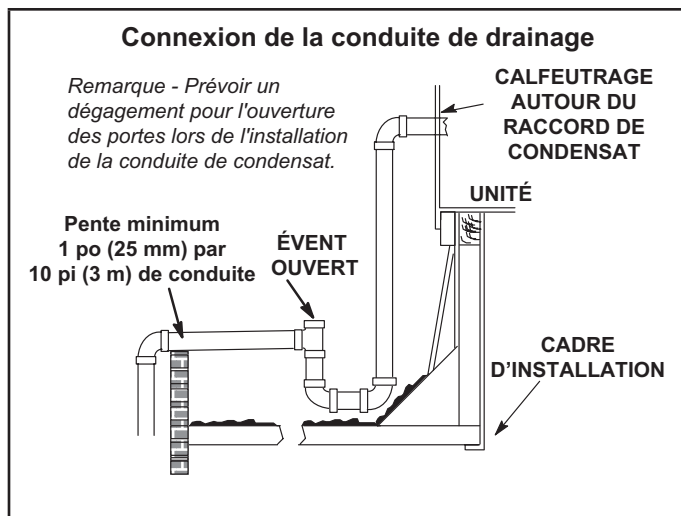

FIGURE 3
N.P.T. fourni sur l'unité. Un piège à condensat doit être installé entre le raccord de drainage et un évent ouvert pour une bonne évacuation du condensat. Reportez-vous à la FIGURE 3. Il est parfois acceptable de drainer le condensat sur le toit ou sur le sol; cependant, un té doit être installé sur le piège pour diriger le condensat vers le bas. La conduite de condensat doit être ventilée. Vérifiez les codes locaux concernant l'élimination du condensat. Voir page 4 à page 6 pour l'emplacement du drain de condensat.